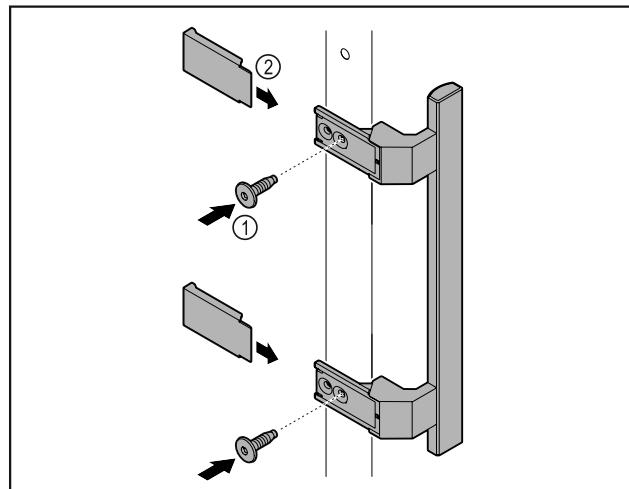

Fig. 7
- Colocar en la puerta el tirador del kit de accesorios con los tornillos incluidos Fig. 7 (1).
► Colocar las cubiertas Fig. 7 (2).